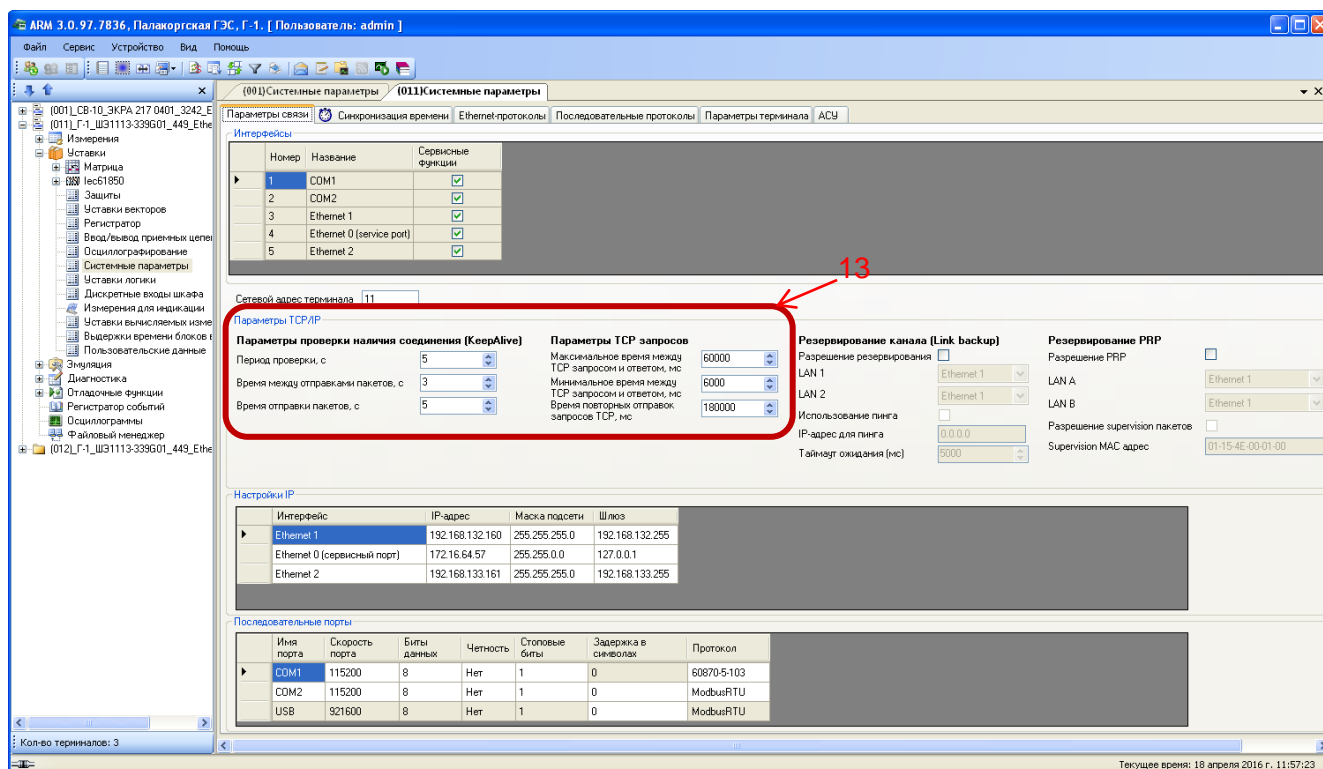

Рисунок 5 – Настройка параметров связи по протоколу МЭК 60870-5-104
2.4.1 Параметры проверки наличия соединения (TCP KeepAlive) (см. таблицу 3) и параметры TCP запросов (см. таблицу 4) оставить по умолчанию (см. рисунок 5, обозначение 13).